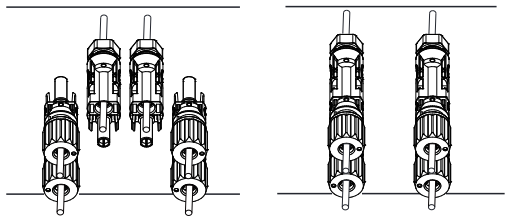

Abb. 5.6 DC-Eingangsanschluss
d) Stecken Sie schließlich die DC-Stecker in den positiven und negativen Eingang des Wechselrichters, wie in Abbildung 5.6 dargestellt.